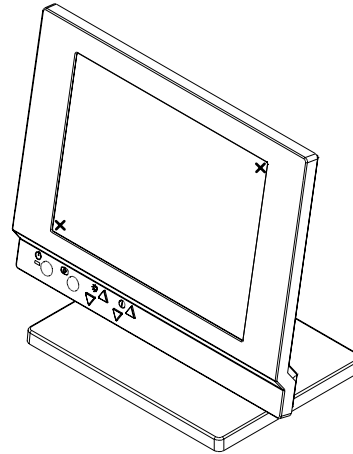

図 C-2. 低解像度キャリブレーション
2. ビープ音が3回鳴ってから画面の左下の隅にタッチします。図C-2を参照してください。